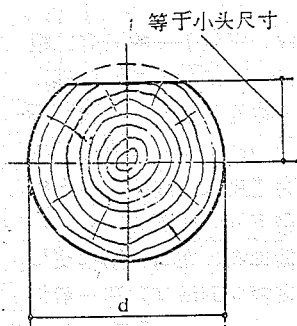

图45 大头砍平
**取直** 在原木屋架中为便于安装爬山虎、檩条等，上弦上面应取直，取直前先弹取直的墨线，弹线时以小头直径为准，大头以图45所示尺寸弹线。墨线以上用铎砍去。用铎取直后即用墨斗弹一中线，做为安装时的依据。